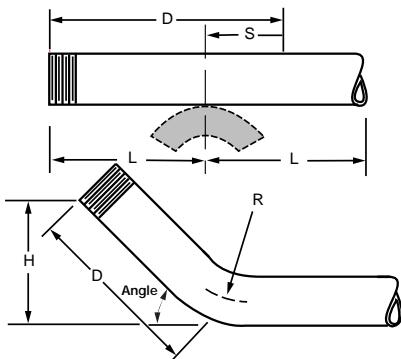

Figure 6
3. Marquer la mesure (**S**) sur le tuyau, comme illustré à la Figure 6.
⚠️ Les marques (**B**) ne peuvent pas être plus proches des extrémités du tuyau que la distance (**L**), sinon les extrémités ne seront pas soutenues par les sabots de pivot (voir la Figure 6, Exemple 3 et le Tableau 5 "L" requise).